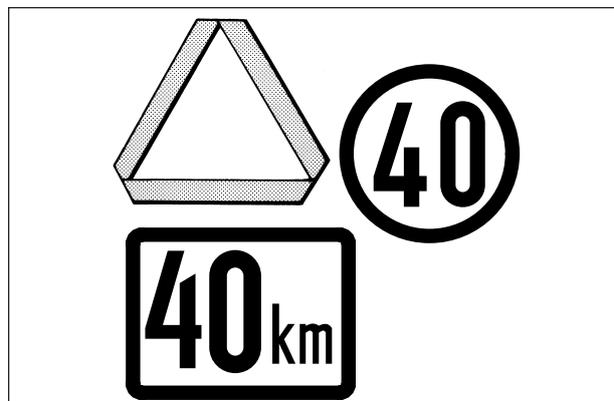

Abb.2-38 Die in Ihrem Land geltenden Symbole verwenden
- Sicherstellen, dass der Traktor und die eventuell montierten Ackerbaugeräte mit dem Symbol für langsam fahrende Fahrzeuge und der Rundum-Warnleuchte versehen sind, falls dies von den lokalen Gesetzen vorgeschrieben ist (Abb. 2-38 und 2-39).